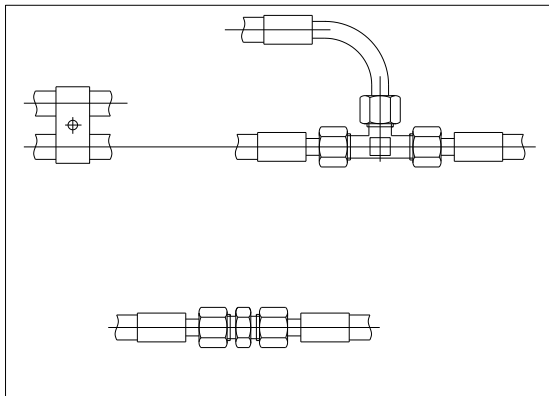

рис. 33
- ◆ Подсоедините длинный шланг в обеих стойках согласно рис. 33, зафиксируйте его (верхнюю часть подсоедините к основной стойке, нижнюю часть к вспомогательной). Закрепите маслопровод зажимом.